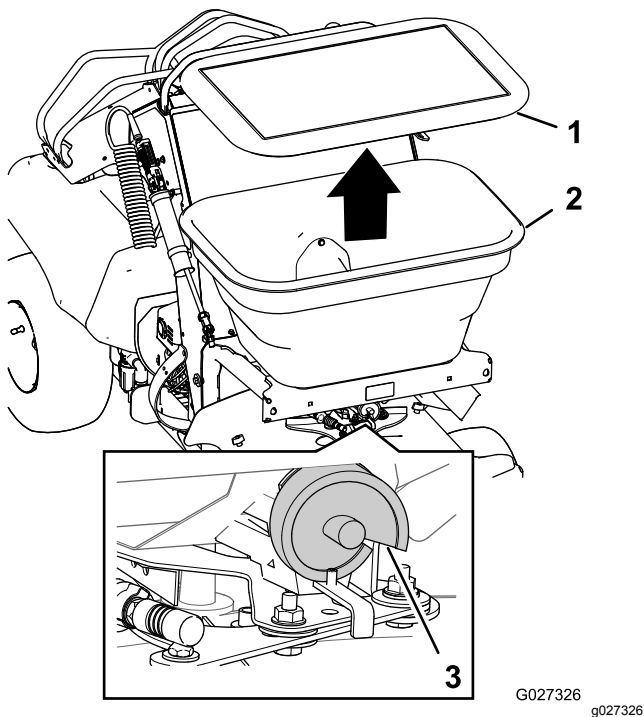

Figure 24
4. Reportez-vous aux Tables d'épandage \(page 31\) pour déterminer le réglage de la came de dosage (Figure 24).
5. Enlevez le couvercle de la trémie, ajoutez le produit d'épandage et remettez le couvercle sur la trémie (Figure 24).